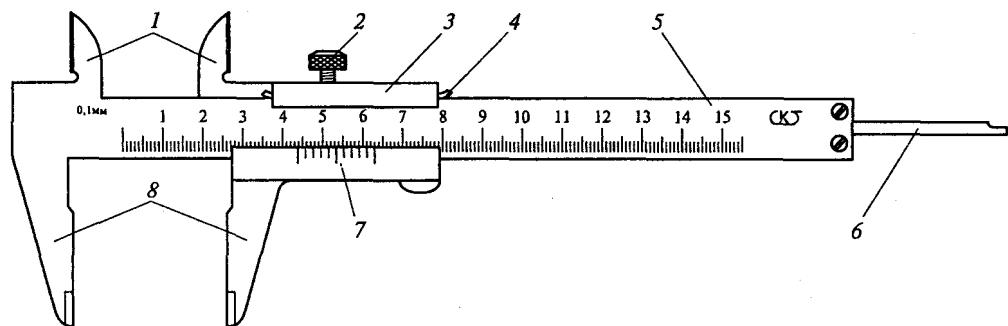

Рис. 4.1. Штангенциркуль ШЦ-І
4. Перечислите основные части штангенциркуля ШЦ-І, изображенного на рис. 4.1.